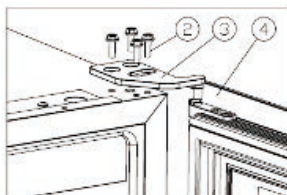

Figure 1
- Dévissez les vis M5*16 ②, démontez la charnière supérieure droite ③ et retirez la porte [Figure 1].